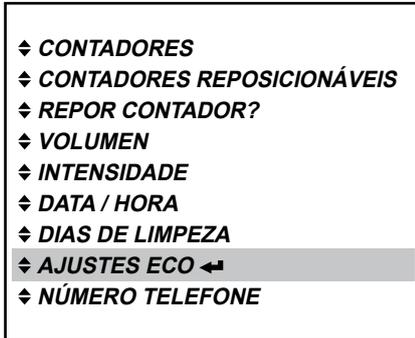

Fig. 61
- Prima a tecla Enter **↵**, para acessar o submenu «ECO FIM». (Fig. 61)